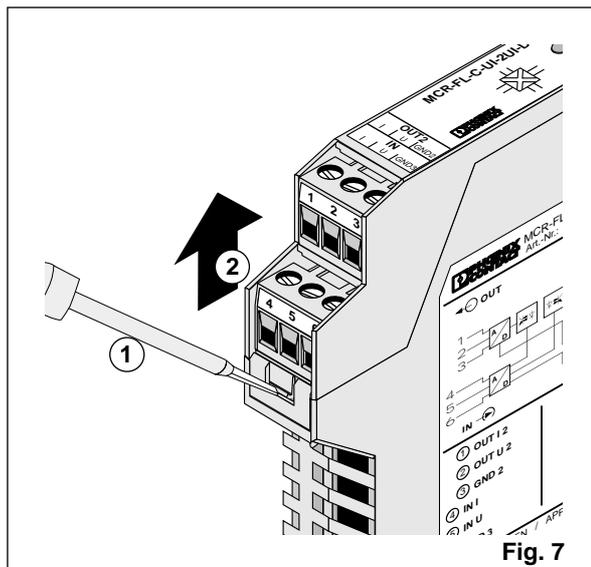

Fig. 7
3.1. Ouverture de l'appareil (fig. 7)